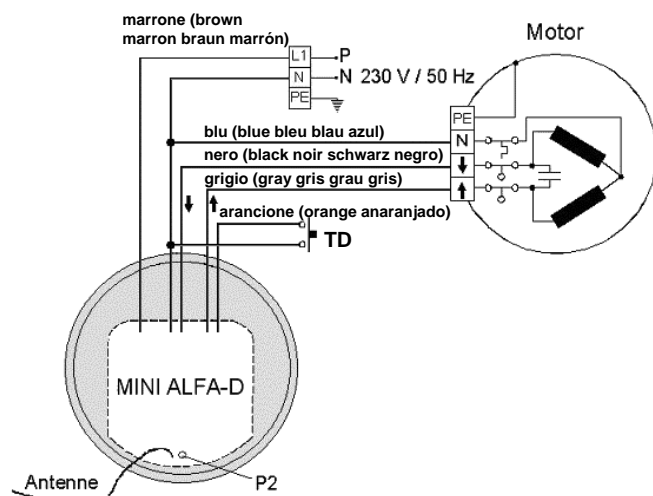

Fig. 4
- Connessione via cavo di uno tasto di comando sequenziale (Vedere Fig. 4)